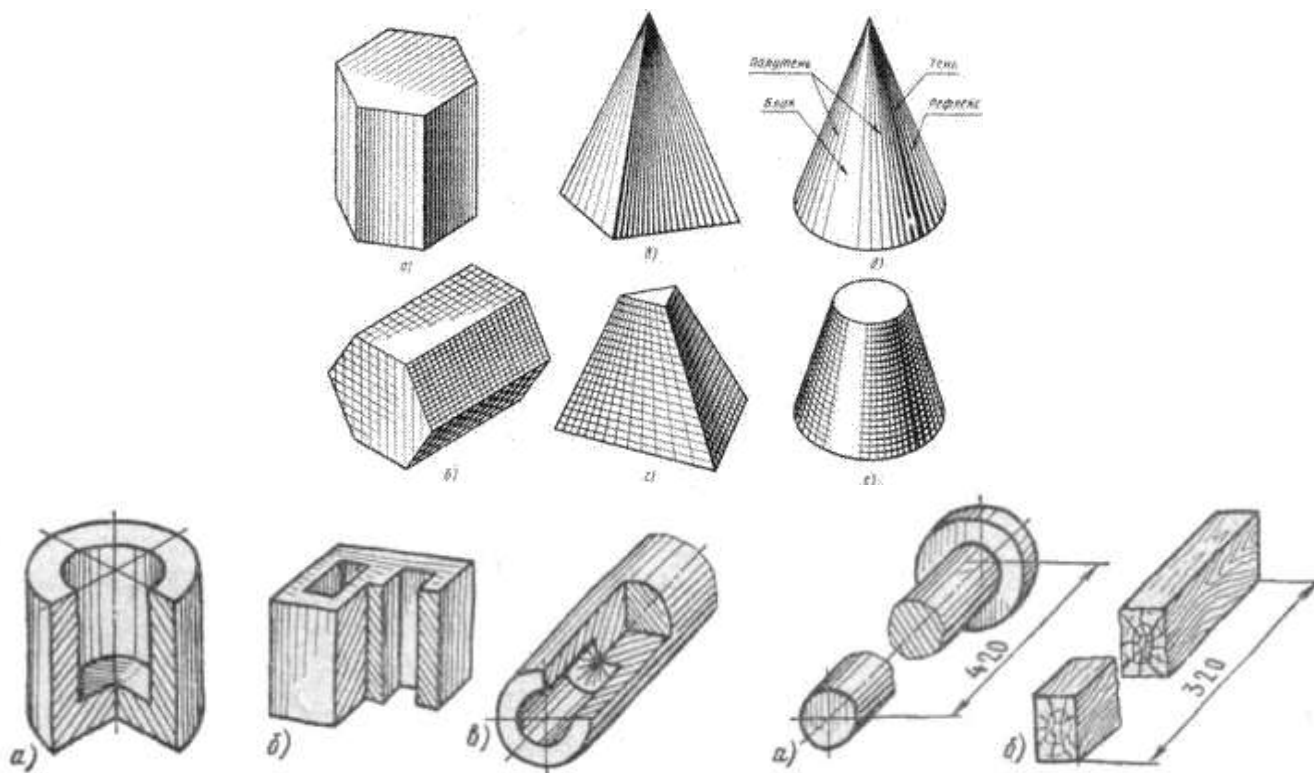

Рис.31 Типы наглядных изображений геометрических поверхностей и контуров технических деталей
**Технический рисунок** – это наглядное изображение предмета, выполненное в глазомерном масштабе по правилам построения аксонометрических проекций (рис.31).